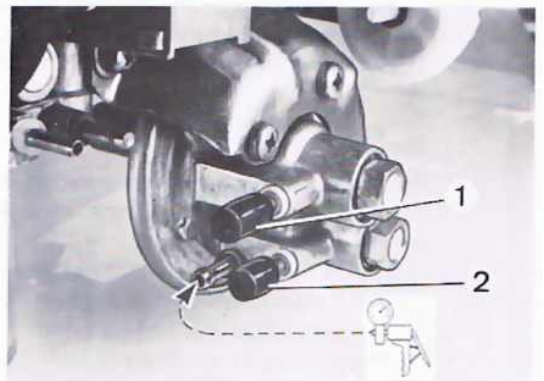

Bild 33
- Anschlüsse (1) und falls vorhanden (2) Bild 33 verschließen.
- Handunterdruckpumpe gemäß Bild 33 anschließen und Druckdifferenz (ca. 650 mbar) herstellen; Drosselklappenansteller muß ganz eingefahren sein.
- Einspritzmenge durch Lösen der Klemmschraube (3) und Verdrehen der Kurvenscheibe (4) korrigieren.